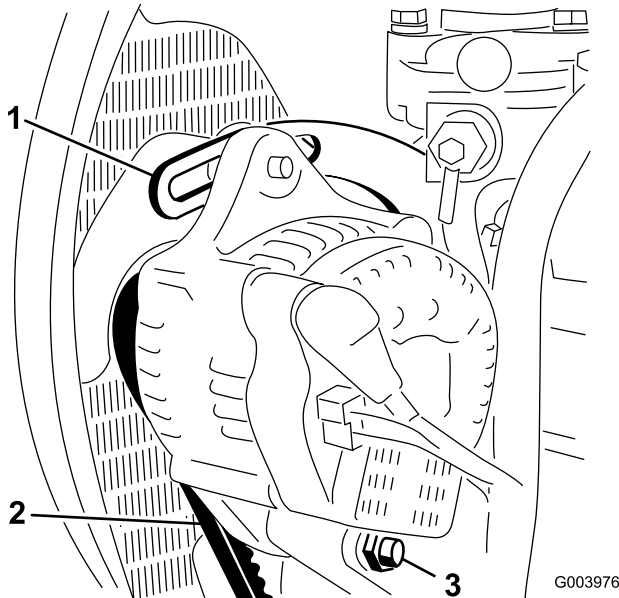

**Bild 76**
2. Prüfen Sie die Spannung des Keilriemens, indem Sie eine Kraft von 10 kg auf halber Entfernung zwischen der Lichtmaschine und den Kurbelwellenriemenscheiben ansetzen (Bild 76).
3. Lockern Sie die Schraube, mit der die Strebe am Motor befestigt ist, die Schraube, mit der die Lichtmaschine an der Strebe befestigt ist sowie die Drehschraube (Bild 76).